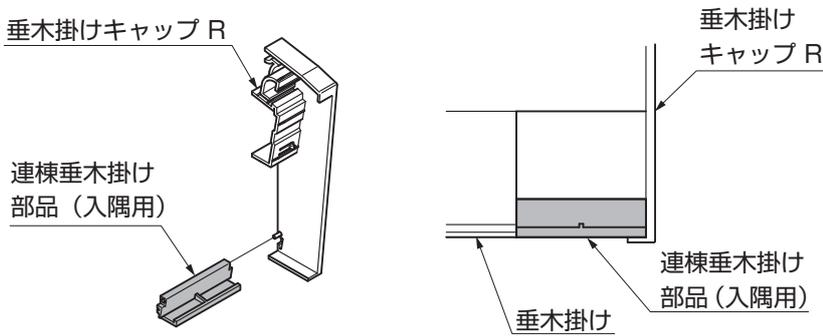

図16-1 サイドスルータイプの場合
①サイドスルータイプの場合、連棟垂木掛け部品を垂木掛けキャップに取付けてください。(図16-1参照)